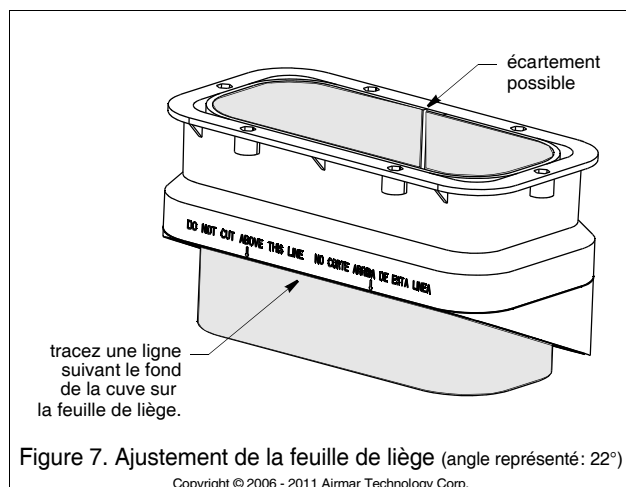

Figure 7. Ajustement de la feuille de liège (angle représenté: 22°)
4. Une feuille isolante en liège permettant d'atténuer les échos sonores, est fournie avec la cuve. Une fois que la cuve a été découpée appliquez la feuille de liège contre l'intérieur de la cuve (voir Figure 7). Joignez les bords de la feuille de liège au milieu du côté le plus haut de la cuve. Tracez une ligne sur le liège contre le bord inférieur de la cuve.